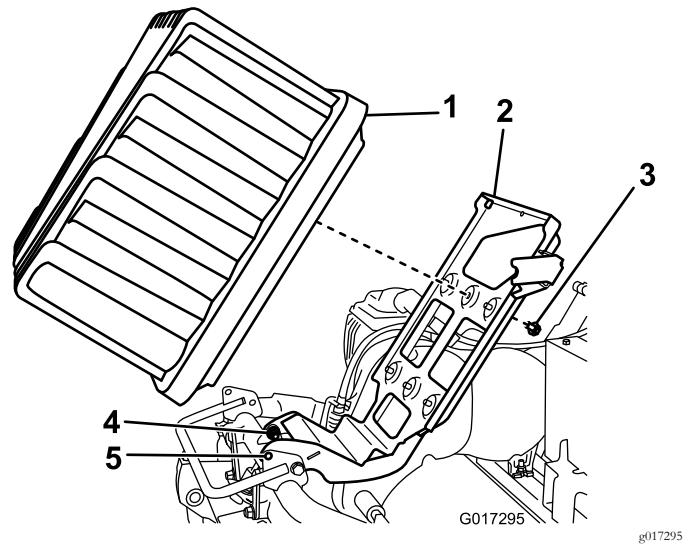

Figura 13
5. Desaperte os 2 parafusos/porcas com meia volta cada (Figura 13).
- Eleve a plataforma da bateria até que os furos de bloqueio na base e estrutura fiquem alinhados (Figura 13).